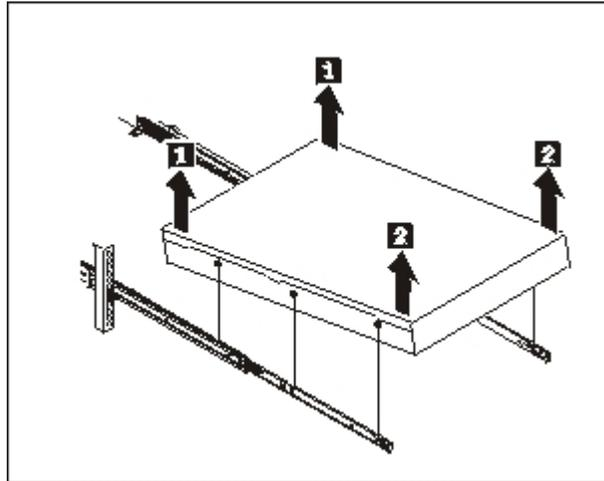

Abbildung 21. Gerät aus den Schienen heben
2. Heben Sie das Gerät wie in Abb. 21 angegeben aus den Schienen.